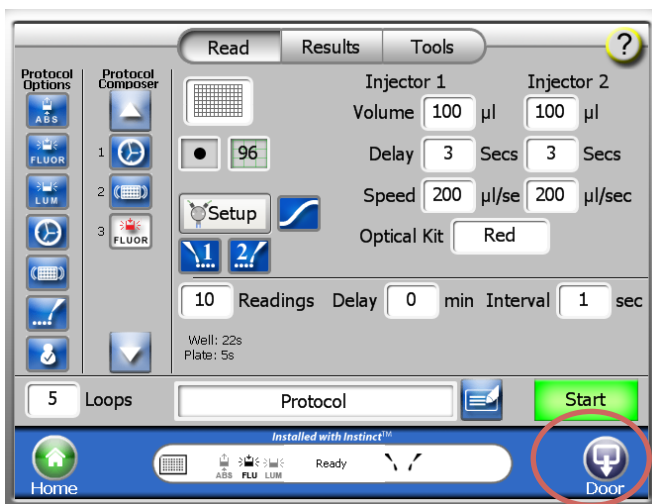

図 5
- 1) 図 5 の Read 画面で Door を押してプレートを出す。